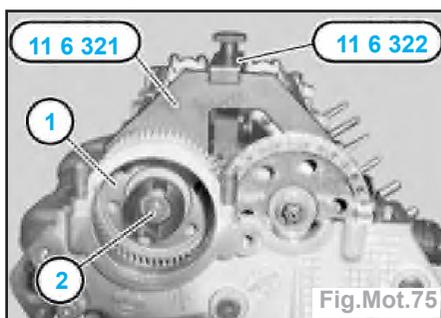

Fig.Mot.75
- Desserrer la vis (6) d'un demi-tour.
- Mettre en place l'axe d'articulation (3).
**Nota** : remplacer les vis (3) et (6).
- Monter le pignon de l'arbre à cames d'échappement (1) et fixer l'arbre à cames d'échappement au **PMH** du premier cylindre à l'aide de l'outil [11 6 321] et [11 6 322] (Fig.Mot.75).